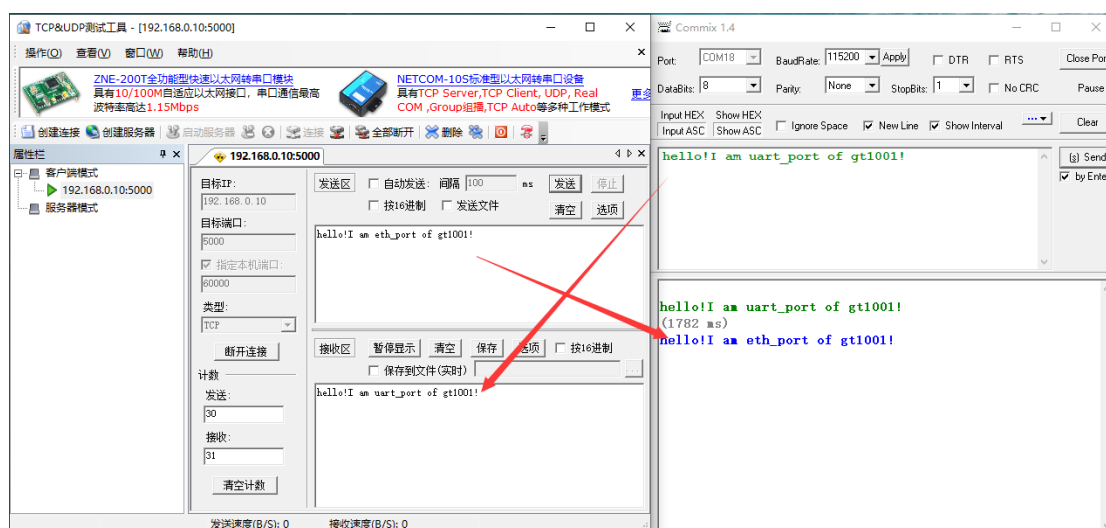

图 11-9 TCP Server 模式通信测试
(3) 模块作为服务器主动与电脑建立连接（电脑发出连接请求，点击连接按钮），打开后可直接进行通信，通信界面如图 11-9 所示。